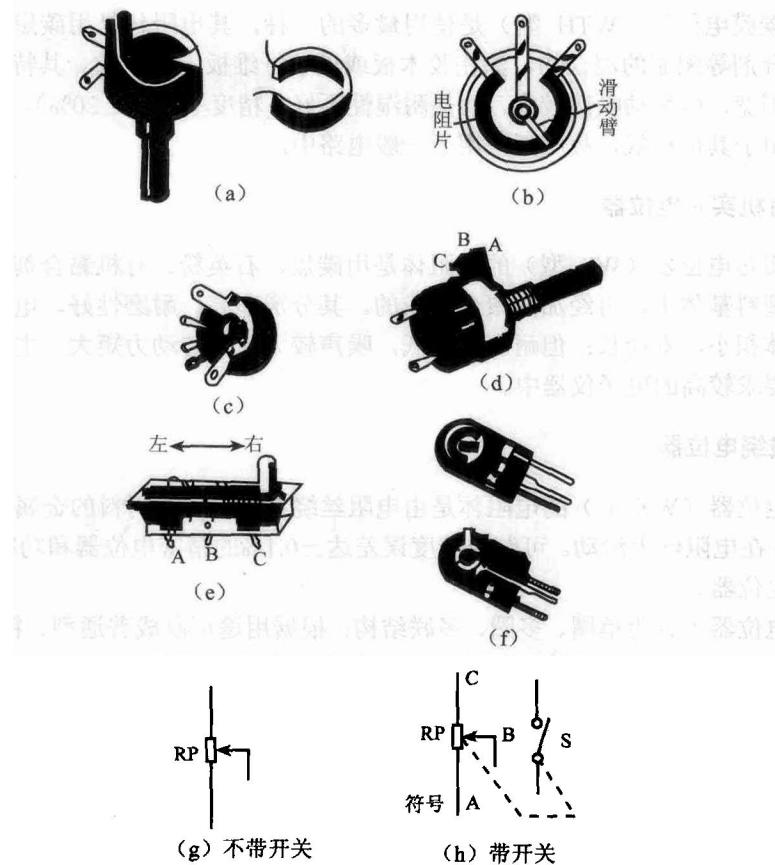

图 1-6 电位器的电路图形符号及外形
可变电阻器又称为电位器，图 1-6 所示为电位器的电路图形符号及外形，其中不带开关的电位器的电路图形符号如图 1-6 (g) 所示，带开关的电位器的电路图形符号如图 1-6 (h) 所示。图中仍用长方块表示电阻体，两端的短线表示电阻体两端的引出焊片，带箭头的折线代表电阻体上的滑动触点。带有开关的电位器符号的右面部分表示开关，中间虚线表示开关与电位器是受同一转轴控制的（通常音量控制采用带开关的电位器时，电路图中虚线往往不标出）。
可变电阻器的外形如图 1-6 (a) ~ 图 1-6 (f) 所示。电位器在电路图中常用字母“RP”(旧标准用“W”)表示。
电位器根据其使用的材料分类可分为如图 1-6 (b) 所示的和图 1-6 (a) 所示的线绕电位器。根据其外形的大小可分为如图 1-6 (c) 所示的大、小和微型电位器。按电阻值变化规律分类可分为线性 (X)、指数 (Z) 和对数 (D) 电位器；按结构分类可分为如图 1-6 (a)、图 1-6 (c) 和图 1-6 (d) 所示的旋转电位器和如图 1-6 (e) 所示的直滑式电位器；还有一种电位器为如图 1-6 (f) 所示的半可变电位器（即微调电位器）。